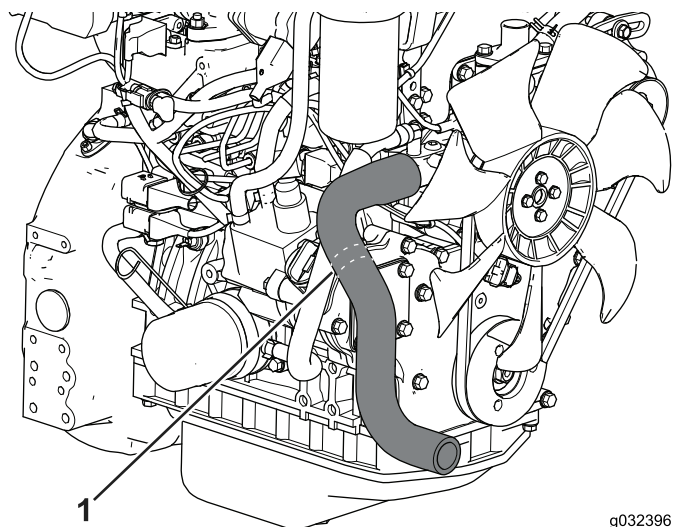

Рисунок 18
1. Найдите шланг радиатора (Рисунок 18).
2. Перережьте шланг радиатора по линиям отреза с помощью режущего инструмента (Рисунок 18).